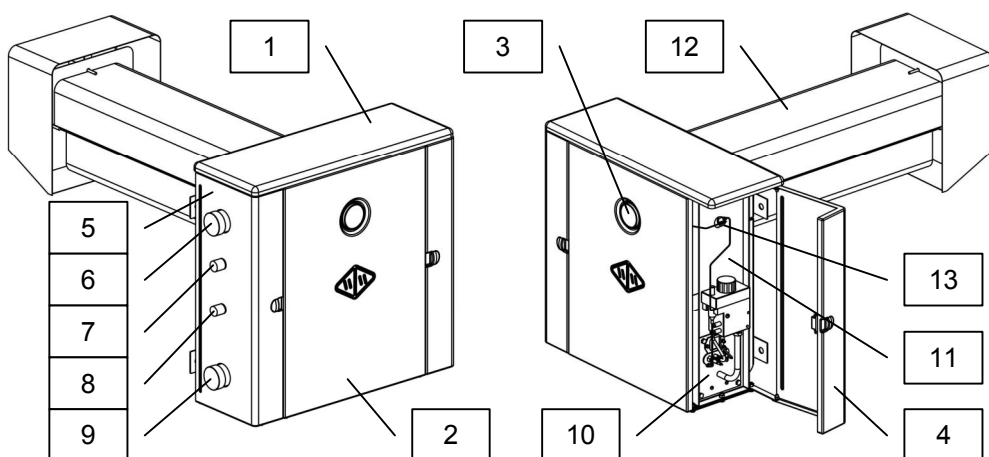
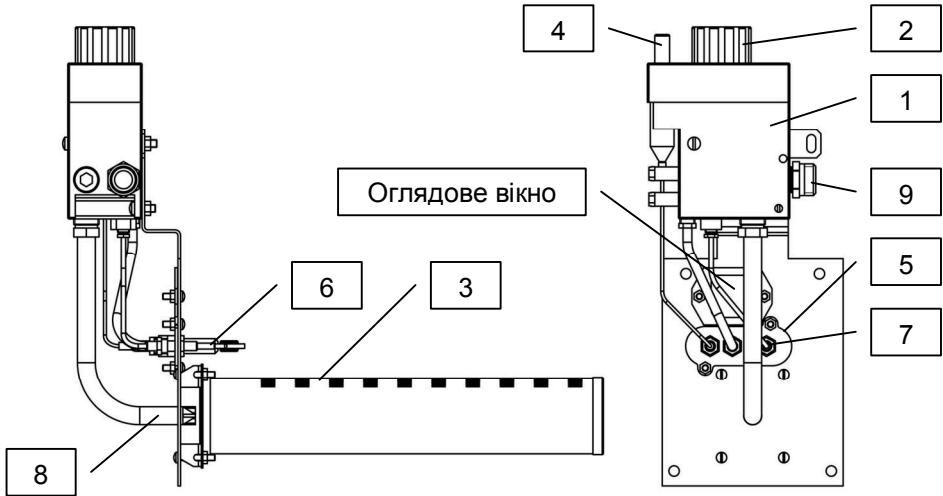
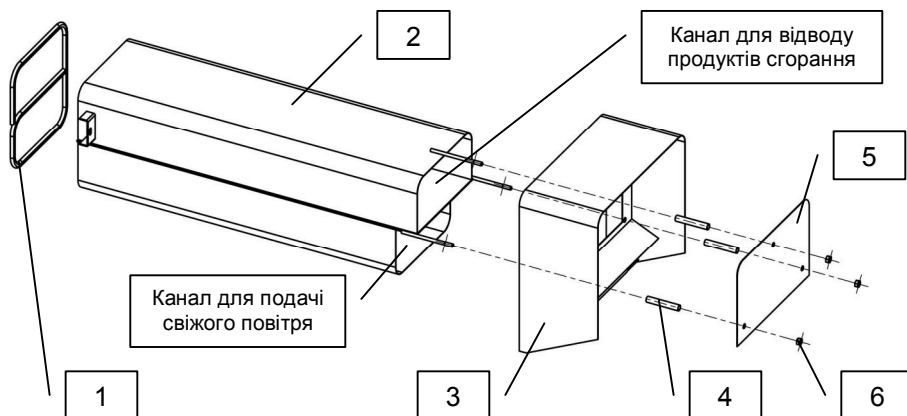

Рис.1 – будова апарата
Рис.2 – газопальниковий пристрій апарата
Рис.3 – вітрозахист апарата
При засміченні отвору ежектора рис.2, поз.8, що подає газ в основний пальник, необхідно, при вимкненій автоматиці перекрити подачу газу до апарата, від'єднати газову магістраль і демонтувати газогорілочний пристрій (рис.2). Потім зняти основний пальник рис.2, поз.3. і м'якою проволокою $d = 1\text{ мм}$. прочистити отвір в ежекторі не порушуючи при цьому його діаметра. Збірку зробити в зворотній послідовності.
- встановлювати трубу поз.12, рис.1 поблизу джерел відкритого вогню;
5.1 Апарат виконаний у вигляді навісної настінної шафи, бічна сторона якої з правого (у апарата правого виконання) або лівого боку (у апарата лівого виконання) закрита дверцятами, яка відкривається та забезпечує доступ до газопальникового пристрою, призначеному для запуску і зупинки апарата, а також, управління режимами опалення. В апаратах АКГВ всередині теплообмінника додатково встановлено мідний змійовик для забезпечення гарячим водопостачанням (ГВП). Основні частини апарата представлені на рис.1.
5.2 Газопальниковий пристрій апарата (рис.1, поз.10) - рис.2, призначений для подачі газу до основного і запального пальників, регулювання температури води в контурі опалення, а також, автоматичного відключення газу при:
5.3 Управління апаратом здійснюється за допомогою кнопок, розташованих на автоматичі «EUROSIT 630»: кнопки п'єзорозпалу - рис.2, поз. 4 і ручки - кнопки терморегулятора рис.2, поз. 2.
5.4 Вітрозахист апарата (рис.1, поз.12) - рис.3, призначений для підведення свіжого повітря в камеру згоряння апарата, відведення продуктів згоряння і забезпечення стійкої роботи апарата при поривах вітру.
5.5 Верхня кришка облицювання апарата рис.4, поз.1 (рис.1, поз.1) встановлена на 2-х захватах рис.4, поз.2, які входять в зачеплення з кронштейнами поз.3 кріплення передньої облицювальної панелі рис.1, поз.2 і 2-х фіксаторів положення рис.4, поз.4, які вставлені в пази кронштейнів поз.5.
6.11 В стакан в верхній частині бічної стінки апарата необхідно залити веретенне масло, не виймаючи при цьому термобалони від автоматики і термометра рис.1, поз.13, вставлених в нього. Рівень масла, в процесі експлуатації, необхідно контролювати не рідше 1 разу на місяць і при необхідності доливати.
7.2 Для включення апарата необхідно відкрити газовий кран на газопроводі. Починаючи з позиції Виключено «•», поверніть ручку терморегулятора (поз.2, рис.2) в позицію розпалювання «*». Натисніть і утримуйте ручку терморегулятора після чого натискайте на кнопку п'єзорозпалу до тих пір, поки від іскри не займеться розпалювальний факел. Після загоряння утримуйте ручку терморегулятора протягом 20 ... 30 секунд. Відпустіть ручку терморегулятора і перевірте, що розпалювальний факел залишився горіти. Якщо він погас, повторити операцію знову до появи стійкого полум'я. Поверніть ручку терморегулятора на відмітку, що відповідає необхідній температурі, після чого повинен спалахнути основний пальник. Для того, щоб завжди горів тільки розпалювальний факел, поверніть ручку терморегулятора з позиції обраної температури в позицію розпалювання «*».
7.3 У випадку несправності п'єзорозпалу, необхідно зняти скло оглядового вікна (рис.2) і запалити запальний пальник (поз.5, рис.2) іншими засобами.